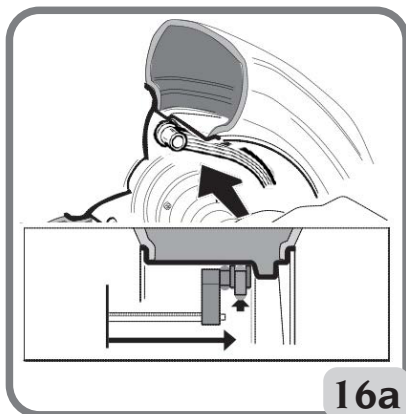

图16a:手动采集程序类型ALU 2P和ALU 1P外平面的距离
-将自动测量臂的末端移动到用于施加外部铅块的选定平面上(图16a)，按照前面描述的用于内侧的相同步骤操作。